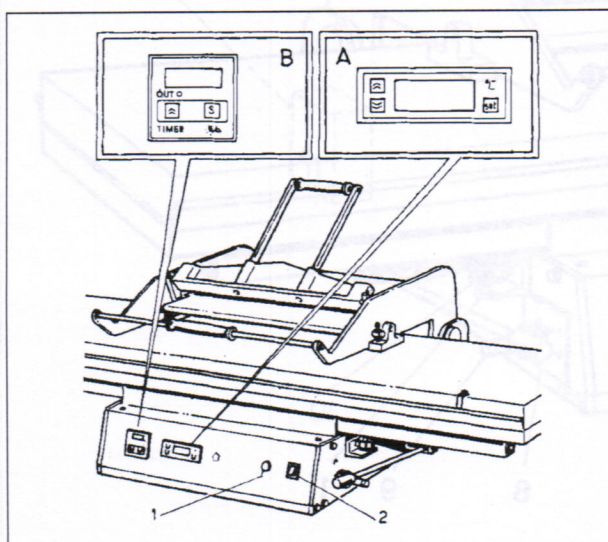

Fig. 4
12.1 Regolazione temperatura (Fig. 4 riquadro A)
12.2 Regolazione tempo (Fig. 4 riquadro B)
12.1 Set working temperature (Bild. 4 Pos. A)
12.2 Set working time (Bild. 4 Pos. B)
12.1 Réglage de la température (Fig. 4 Position A)
12.2 Réglage du temps (Fig. 4 Position B)
12.1 Einstellung der Temperatur (Abb. 4 Schriftfeld A)
12.2 Einstellung der Zeit (Abb. 4 Schriftfeld B)